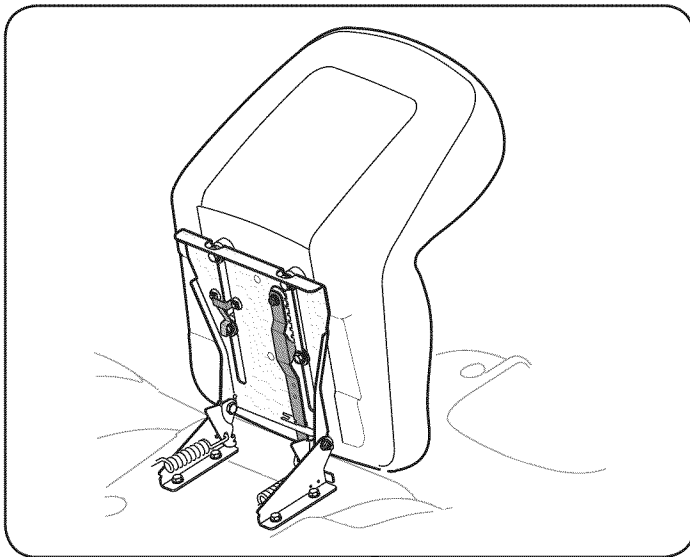

Figura 4
- Slide en el asiento hasta que spacer asiento delantero se dedica la parada de seguridad. Véase la figura. 4.